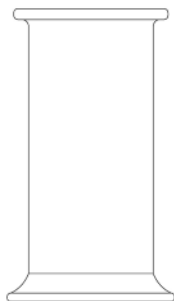

Рис. 49. Бюкс с утапливаемой крышкой
3. **Бюкс с утапливаемой крышкой** (рис. 49) - сосуд широкий, цилиндрический, с плоским устойчивым дном, с широкой горловиной, в которую свободно ложится крышка. Бюкс может применяться для хранения различных химических веществ, жидкостей, порошков, проб. Стекло бюкса химически нейтрально, поэтому хранящиеся в сосуде вещества не вступают с ним в реакцию. Изделие прозрачное, оснащено стеклянной крышкой с ручкой. Изготавливается из закаленного термостойкого боросиликатного стекла.